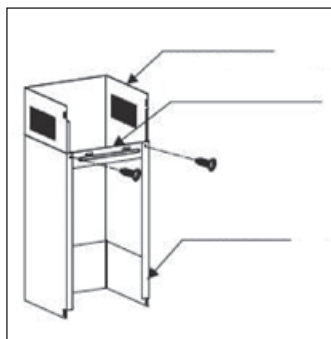

Рис. 9.2
3. Скрепите на необходимую Вам высоту два декоративных кожуха с помощью входящей в комплект планки и двух саморезов (см. рис. 9.2).